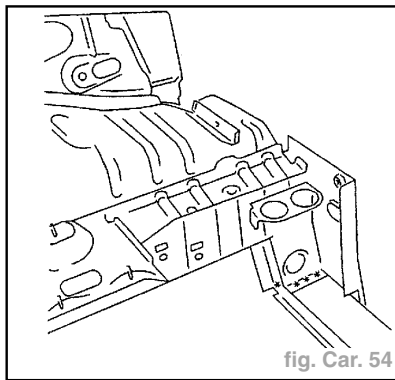

fig. Car. 54
- Dégrafer les points à l'aide d'une fraise de diamètre = **8 mm** (fig. Car. 54).